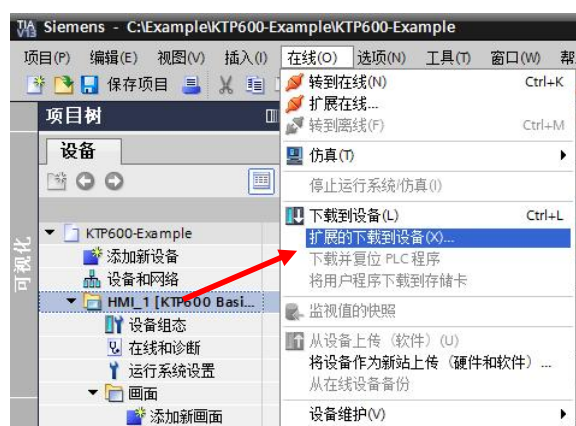

图 4-13
2. 在项目树中选中设备“KTP600 Basic color PN”，点击工具栏中下载图标  或点击菜单“在线 > 下载到设备”。当第一次下载项目到操作面板时，“扩展的下载到设备”对话框会自动弹出，在该对话框中选择协议、接口或项目的目标路径。如图 4-13。**注意：**该对话框在之后的下载中将不会再次弹出，下载会自动选择上次的参数设定进行。如果希望更改下载参数设定，则可以通过单击菜单“在线 > 扩展的下载到设备”来打开对话框以进行重新设定。